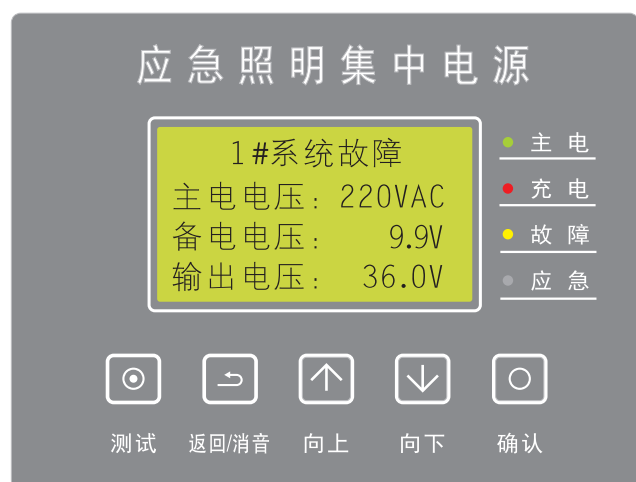

图5.6
(5)、系统故障：当系统出现故障时，显示屏显示【N#系统故障】并有故障声提示，故障指示灯点亮，按【向下】键或查询【故障信息】均可显示故障详情，如图5.6所示；将故障排除后，系统自动恢复至正常状态。